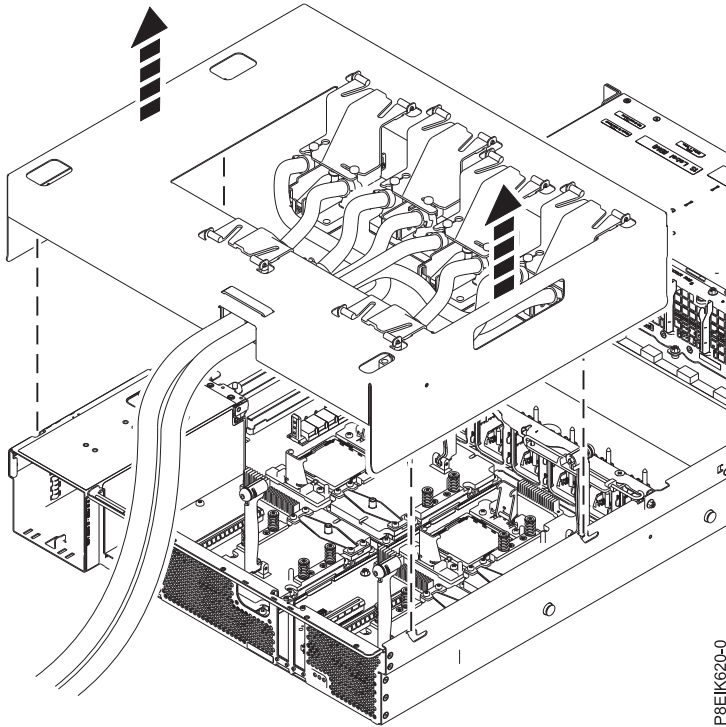

Figure 20. Levée du support d'installation des plaques froides
13. Une fois toutes les plaques froides fixées au support d'installation des plaques froides, soulevez celui-ci **bien droit** afin de le sortir du système (voir figure 20, à la page 18). Si vous le faites monter avec un angle, il risque d'accrocher les crochets de service des plaques froides.